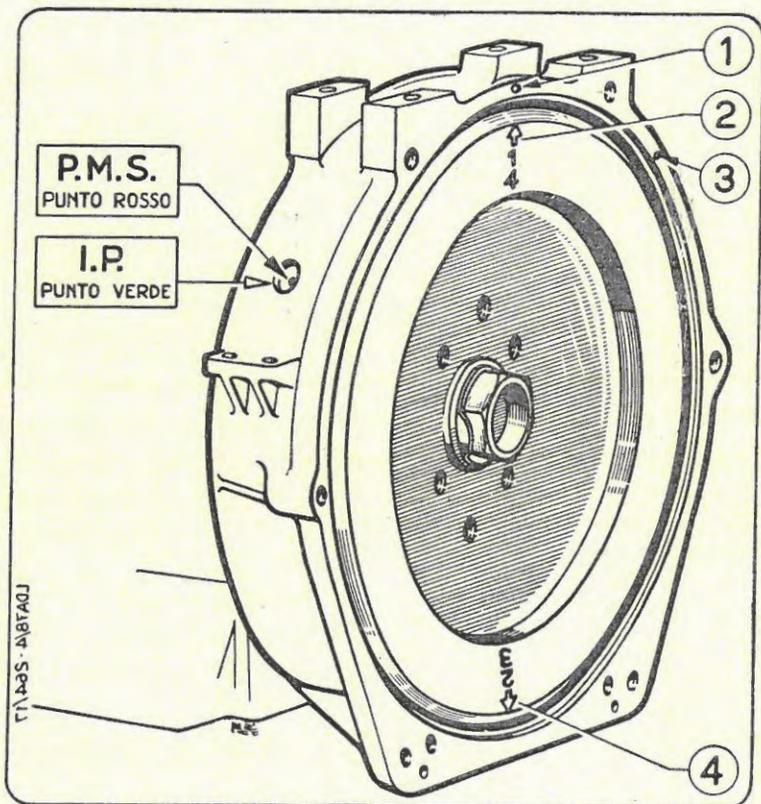

Fig. 10 - RIFERIMENTI DEL P.M.S. E DELL'INIZIO POMPATA.
POSIZIONE DEL PUNTO MORTO SUPERIORE (Fig. 10)
c) Il combustibile sgorgerà dal raccordo del tubo di mandata; nell'istante in cui il pistoncino chiude il foro di alimentazione del cilindretto il combustibile cesserà di sgorgare. Questo è l'inizio della pompata e deve cadere nel punto indicato con I.P. (Fig. 10).